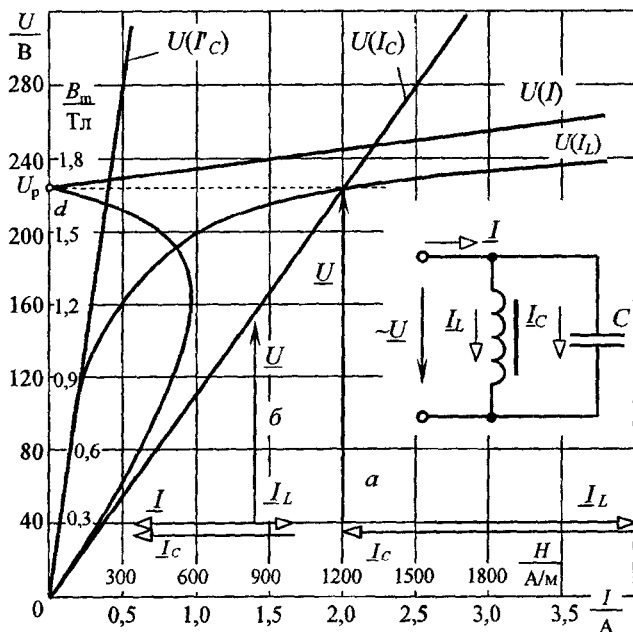

Рис. 2.10
**Задача 2.12.** Катушка со стальным сердечником и конденсатор подключены параллельно к сети напряжением  $u = U_m \sin 314t$  В (рис. 2.10). Кривая намагничивания сердечника, параметры катушки и конденсатора приведены в задаче 2.11.
**Решение.** Воспользуемся вольтамперными характеристиками катушки  $U(I_L)$  и конденсатора  $U(I_C)$ , построение которых выполнено в задаче 2.11 (рис. 2.10).
Векторная диаграмма дана на рис. 2.10, а.
До точки феррорезонанса преобладает емкостной ток, и ток цепи  $\underline{I}$  опережает по фазе напряжение  $\underline{U}$  на  $90^\circ$ , векторная диаграмма приведена на рис. 2.10, б.
С увеличением сопротивления конденсатора  $X_C$  ВАХ  $U(I_C)$  располагается более круто и при некоторых значениях  $X_C$  не пересекает ВАХ катушки (рис. 2.10):